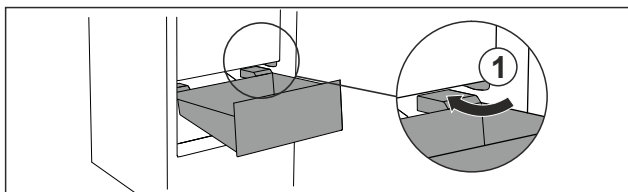

Fig. 67
- ▶ Før skuffen rundt stopperne Fig. 67 (1) på skrå.